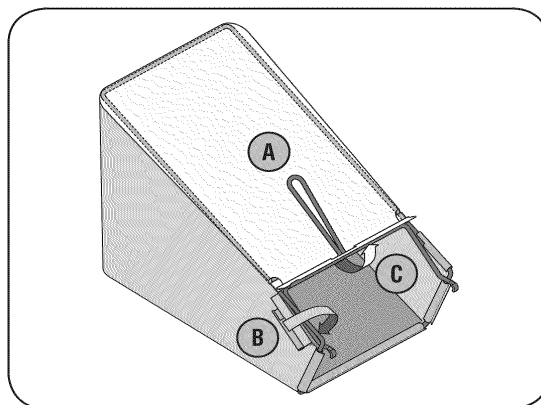

РИС. 5
B. Натяните контейнер на рамку до зацепления защелок на рамке (см. Рис. 5). Эти детали Вы найдете на рукоятке косилки.